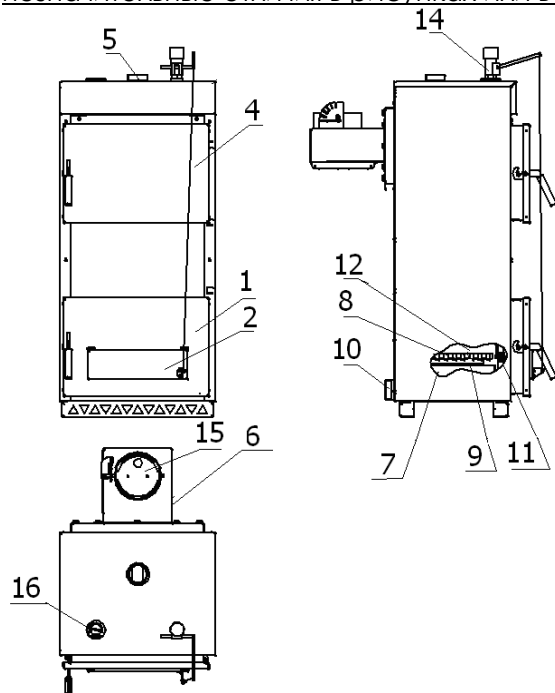
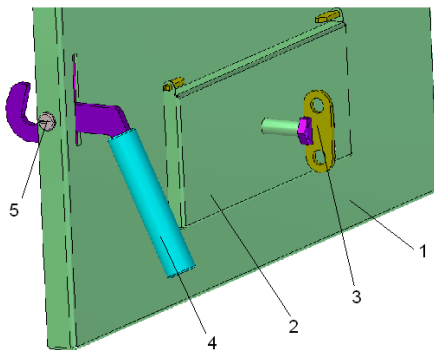
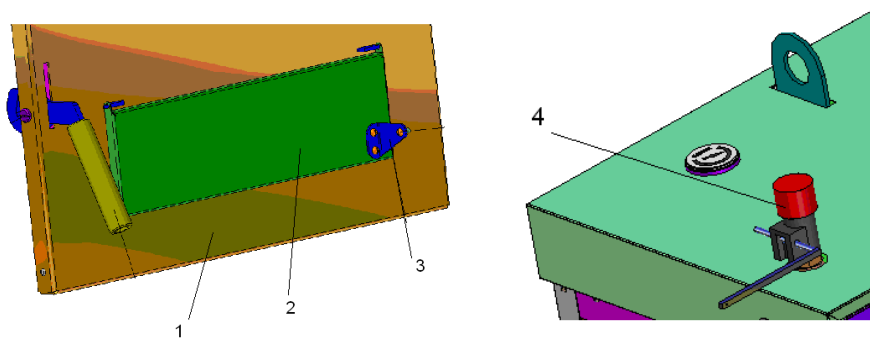

Рис.1 Котлы КС-Т-16...; КС-Т-12...
Рис.8 Дверца шурупочная
Рис.9 Крепление кронштейна 3 для регулятора тяги 4
5.2.2 Котлы КС-Т-... (рис.1,2) состоят из топки 12 с жаровыми трубами. Вокруг топки имеется водяная рубашка 7. Через трубы, соединяющие водяную рубашку, циркулирует вода, что увеличивает площадь теплосъема. Температура воды в котле контролируется термометром 16. Нагретая вода в результате образовавшихся в котле конвекционных потоков выходит в систему отопления через верхний патрубок 5. Обратная вода из системы отопления поступает в котел через нижний патрубок 10. В нижней части топки устанавливаются колосники 8, образующие полотно колосниковой решетки при работе котла на твердом топливе. На фронтальной поверхности котла крепятся загрузочная 4 и шуровочная 1 дверцы, через которые производятся загрузка топлива, чистка колосниковой решетки, а также чистка поверхности топки. Для улучшения работы топки на верхней крышке котла установлен регулятор тяги 14 (табл.2), который соединён с крышкой 2 шуровочной дверцы 1. На дне под колосниками 8 стоит ящик 9 для сбора прогоревшего топлива (золы).
Для работы на природном газе или на пеллетах котёл необходимо переоборудовать в соответствии с данным руководством и упаковочными ведомостями комплектов (табл.2; **рис.1 - 32**).
5.3.3 На дверцы (рис.1, 2) установить ручки 4(рис.8), закрепив их осями 5.
На крышку 2 (рис.8) шурупочной дверцы 1 установить винт 3. С его помощью можно регулировать тягу зазором до 20 мм.
5.3.4 Для котлов с комплектом регулятора тяги на крышку 2 (рис.9) дверцы шурупочной 1 установить кронштейн 3, закрепив его винтами М4 и гайками М4.
На верхней крышке котла (**рис.1,2**) снять заглушку (3/4") и на это место установить регулятор тяги 4. Соединить его цепь винтом М4х10 и гайкой М4 с кронштейном 3 на крышке 2 шуровочной дверцы 1 (**рис.9**).
6.1 Регулятор тяги 14 (рис.1,2) и его цепь демонтировать.
Демонтировать шурупочную дверцу 1 (рис.1, 2).
6.2В верхней части топки вплотную к передней стенке котла через загрузочную дверцу 4 (рис.1,2) устанавливается топочный лист на прутки, приваренные к стенкам топки.
Перед креплением дымохода в трубы топки с задней стороны котла вставляются турбулизаторы 7 (табл.2 и рис.1,2,14). Если дымоход установлен, его надо демонтировать для установки турбулизаторов, а затем вернуть на место.